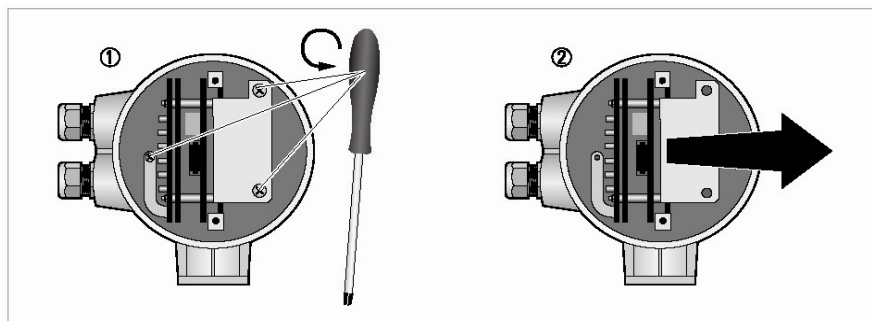

Рисунок 31
5. Открутите винты (3 шт.), крепящие электронную плату (рис.31 поз.1), используя соответствующую отвертку, и осторожно извлеките весь электронный блок (рис.31 поз.2).
5. Открутите винты, крепящие электронную плату (рис.31 поз.1), используя соответствующую отвертку, и осторожно извлеките весь электронный блок (рис.31 поз.1).